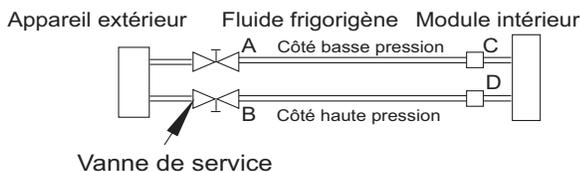

Fig.46 – Valve de service
1. Serrez complètement les écrous évasés A, B, C et D, branchez le flexible de l'ensemble de manomètres à un orifice de charge de la valve de service côté basse pression (voir la figure 46).